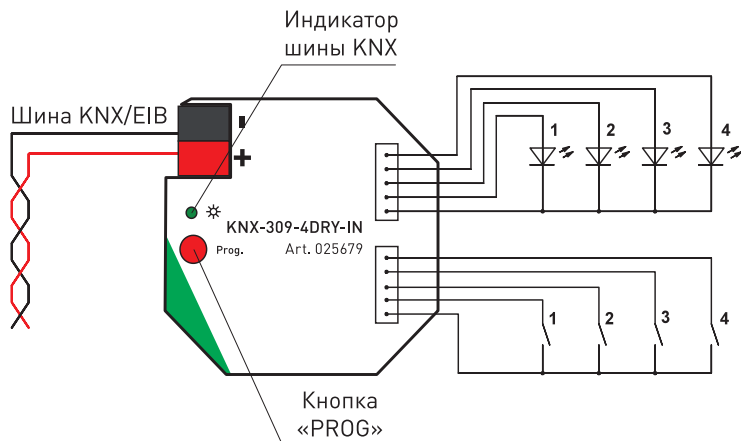

Рисунок 1. Схема подключения конвертера.
- ▼ Коротко нажмите кнопку «**PROG**» на конвертере (см. Рисунок 1) для перевода устройства в режим программирования. При этом индикатор состояния шины KNX рядом с кнопкой начнет мигать красным, начнется загрузка программы.